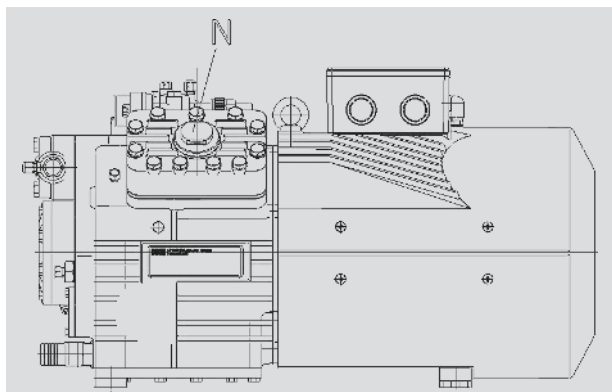

Bild 13, Fig. 13
Die Verdichtertypen HG(HA)4, 5, 6, HG7 und HG8 sind serienmäßig für die Nachrüstung auf Leistungsregulierung vorbereitet. Hierzu muss lediglich der Stopfen N durch das Leistungsreglerventil ersetzt werden (Bild 13). Ein Austausch des Zylinderdeckels ist nicht notwendig.
The compressor types HG(HA) 4 to 6, HG7 and HG8 are prepared for capacity regulation in series. For this purpose the plug N has to be replaced by the capacity regulation valve (fig. 13). The cylinder cover does not have to be changed.
Компрессоры типов HG(HA)4–6, HG7 и HG8 подготовлены для регулирования производительности. Для этого необходимо заменить заглушку N клапаном регулировки производительности (рис. 13). Крышку цилиндра менять не нужно.